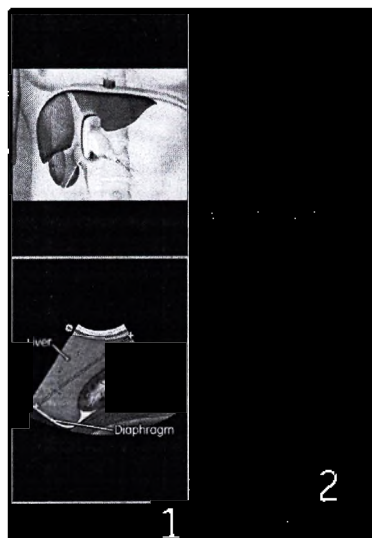

Рис. 13-121. Предварительный просмотр программ приложения Scan Coach
5. Выберите программу, например «ДЛИНА ПЕЧЕНИ», и нажмите кнопку 1 (см. Рис. 13-121) для просмотра референтного изображения.
6. На экране появится контрольное изображение. Затем нажмите кнопку 2 (см. Рис. 13-121) для просмотра положения датчика и схемы.